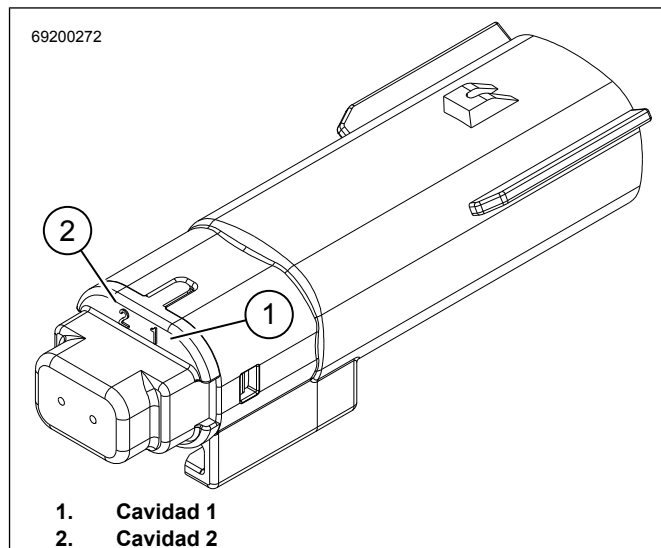

Figura 5. Conector de 2 pasadores 69200272
3. Vea la Figura 5. Instale el pasador del terminal blanco/rosa en la cavidad 1 del conector [69200272].